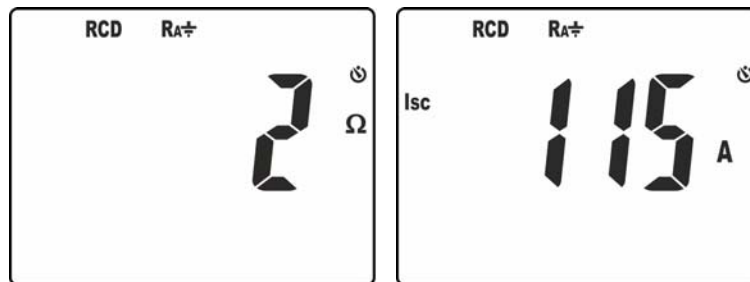

Abb. 22: Ergebnisse der Messung des Gesamterdungswiderstands
9. In der Bildschirmseite in der Abb. 22 – linke Seite, ist der Wert des Schleifenimpedanz angegeben. Drücken Sie die Tasten ∇/Σ oder \blacktriangle zur Anzeige des Werts des voraussichtlichen Kurzschlussstroms **Isc** (siehe § 9.3).